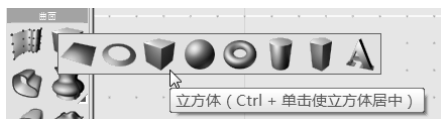

图 2-20 创建立方体
1) 新建一个 Evolve 文件。使用建模工具创建一个立方体，如图 2-20 所示，接受控制台提供的所有默认设置。默认获得起始于坐标轴原点，长、宽、高均为 1cm 的立方体。